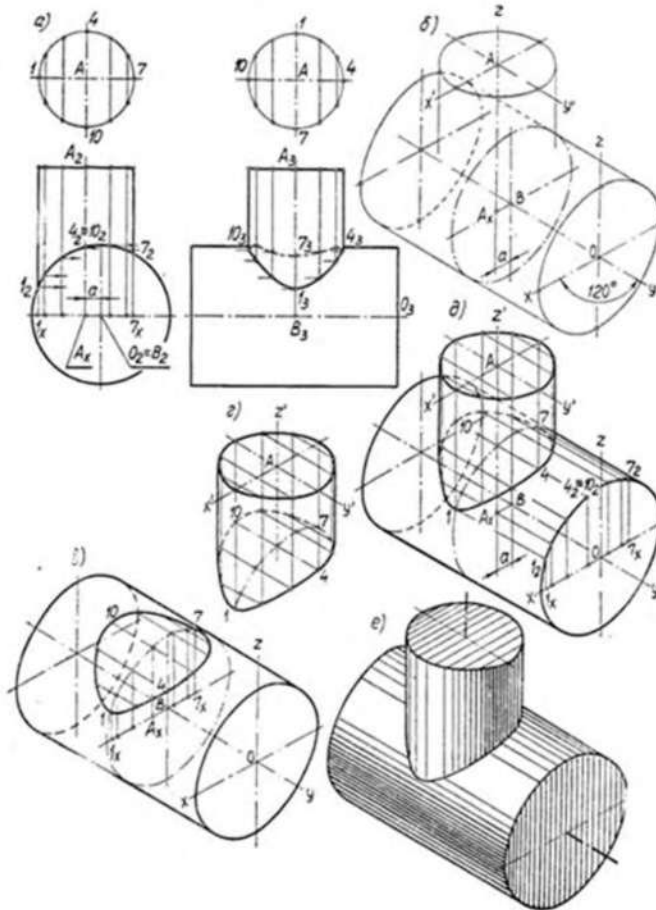

Рисунок 3.7. Пересечение двух цилиндров скрещивающимися осями: а - ортогональные проекции; б, в, г, д, е - последовательность построения прямоугольной изометрии
Рассмотрим пример пересечения двух цилиндров под прямым углом из курса начертательной геометрии (см. рисунок 3.7). Цилиндры параллельны профильной плоскости проекции (подразумевается, что оси вращения не пересекаются, а смещены друг от друга на некоторую величину a).
4. Для начала построения аксонометрии пересекающихся цилиндров необходимо изобразить их очерки (рисунок 3.7 б).
7. В пересечениях, соответствующих образующих находятся промежуточные (рисунок 3.7 в-д) и характерные точки (1,4,7,10) линии перехода, которую ищем.